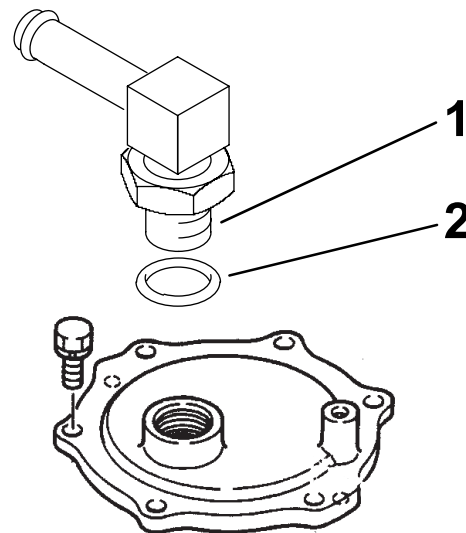

Рисунок 17
- Установите малое уплотнительное кольцо на штуцер, как показано на Рисунок 17.